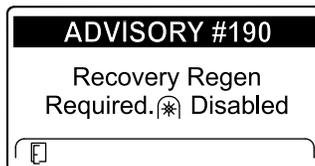

Figura 51
- Richiesta di rigenerazione di recupero – Disabilitazione della presa di forza ADVISORY #190 (Figura 51)